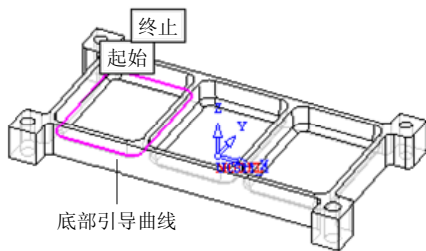

图 5-99 选择底部引导曲线 (2)
- 在“几何”框中单击“底部引导曲线”按钮,选择如图 5-99 所示的边线为底部引导曲线,然后单击鼠标中键确定,返回“侧刃铣控制面板”对话框。